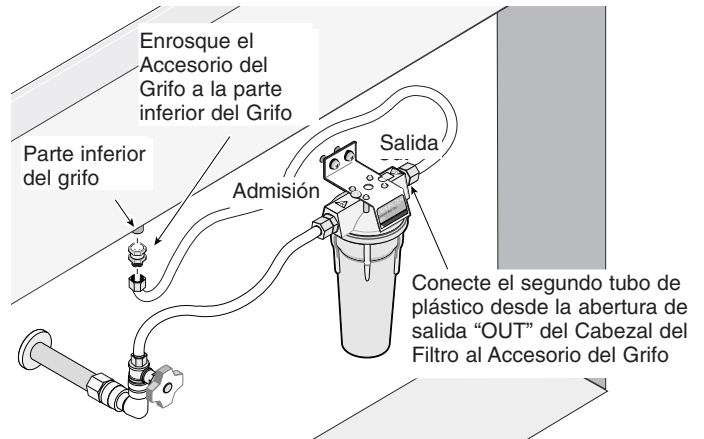

Figura 6
8. Localice el accesorio del grifo y atorníllelo a la parte inferior del grifo. Use cinta de Teflón™ para sellar esta conexión. Tome una segunda sección de tubería de plástico y otro accesorio de compresión y conéctelo a la abertura de salida "OUT" del cabezal del filtro. Atornille el otro extremo de esta tubería con el accesorio de compresión, al accesorio del grifo. Consulte la Figura 6.